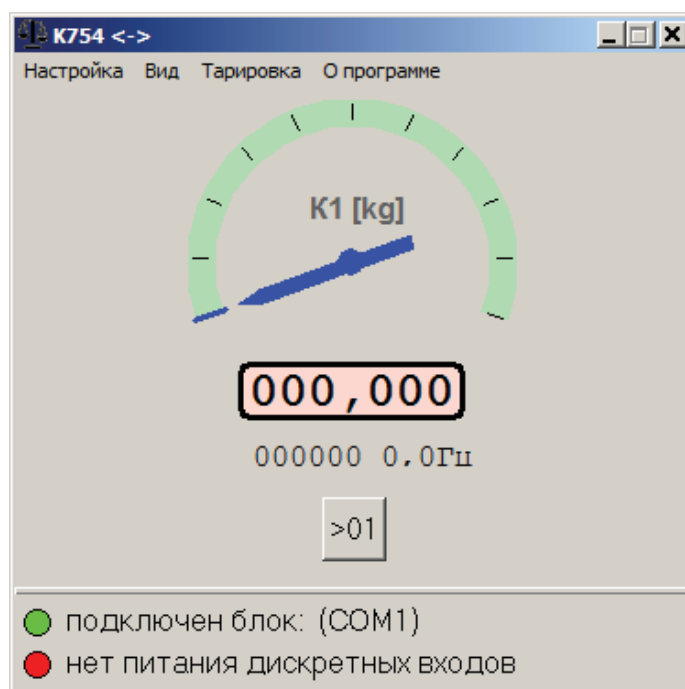

Рисунок 10
1.3.2.3.8 Компенсация веса тары может производиться двумя способами. Нажатием кнопки «► 0 ◄» в окне рис.10, при установленной таре. Или автономно, при установленной таре, нажатием и удержанием в течении 2-3 сек кнопки подключенной к дискретному входу выбранного для компенсации веса канала измерения К931. Для разрешения тарировки от кнопки в параметре «Условие срабатывания», приведенном на рисунке 11, нужно выбрать одно из условий срабатывания, кроме условий 5 и 6, приведенных в таблице 3.